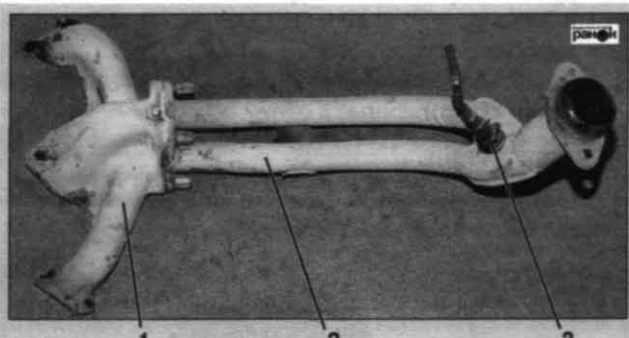

Рис. 3.61. Приемная труба системы выпуска отработавших газов: 1 — выпускной коллектор; 2 — приемная труба системы выпуска отработавших газов; 3 — лямбда-зонд
- выпускного коллектора 1 (рис. 3.61);
- приемной трубы системы выпуска отработавших газов 2 (рис. 3.61);